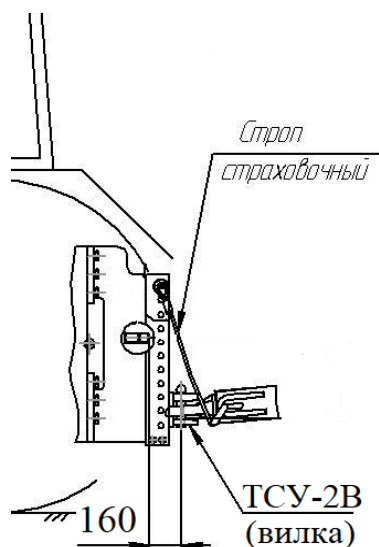

Рисунок 7 – Схема агрегатирования с трактором.
- соединить сцепную петлю полуприцепа с ТСУ трактора и закрепить страховочные стропы к месту крепления на тракторе (рисунок 7);